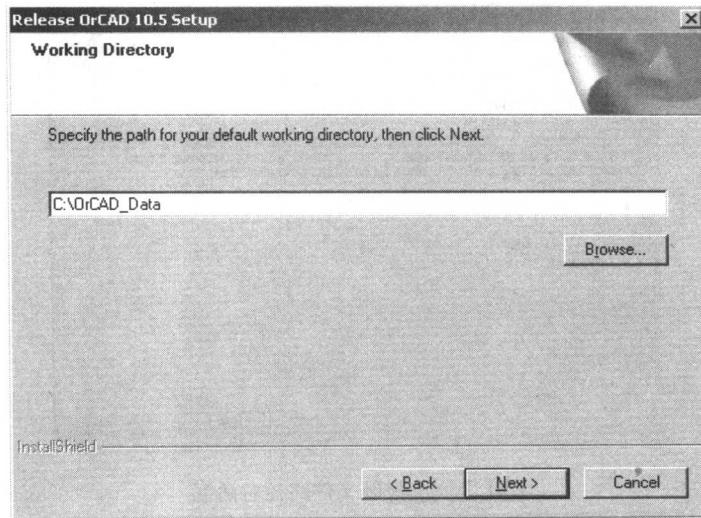
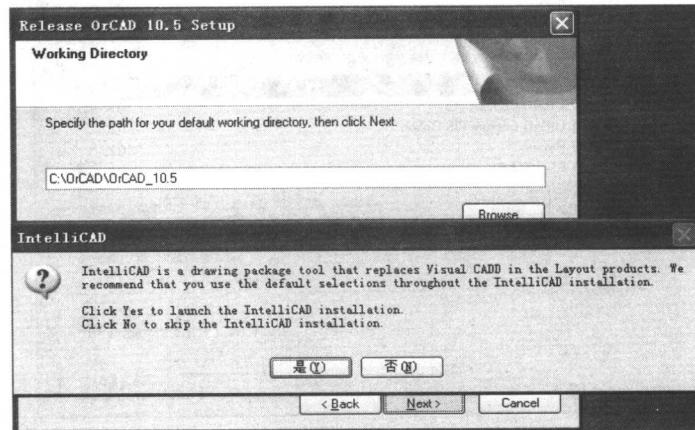

图 1.2.11 工作路径对话框
图 1.2.12 否安装 IntelliCAD 工具提示界面
(8) 在弹出的如图 1.2.11 所示的安装路径对话框中，选择需要的工作路径，点击“Next”按钮，会弹出如图 1.2.12 所示的提示界面，提示是否安装 IntelliCAD 软件工具，如果需要安装，选择“是”按钮，否则选“否”按钮。